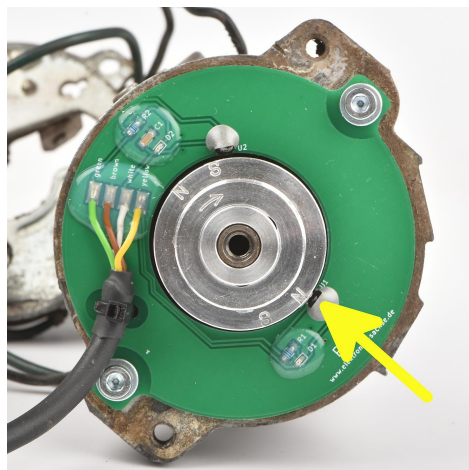

Abbildung 11 Der Sensor der für die Grundeinstellung verwendet wird.
- Den Magnetring in Pfeilrichtung so weit drehen, bis sich der S-Magnet kurz vor dem Sensor befindet (siehe Abbildung 11). Welcher der beiden S-Magneten ist egal.